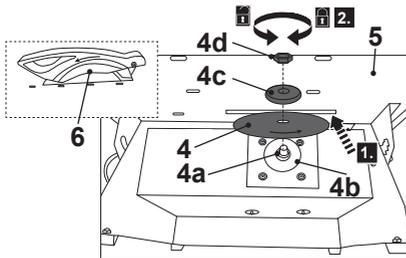

Fig. 5
2. Assegure que o fuso (4a) é mantido firme em posição com a chave de porcas (8 mm) (15), depois use a chave de porcas (19 mm) (16) para rodar a porca (4d) no sentido anti horário, para a soltar.
3. Remova a porca (4d) juntamente com a flange externa (4c) e a lâmina (4).
4. Verifique o estado da flange interna (4b) e o fuso (4a), depois insira uma lâmina nova (4) através da ranhura da mesa de trabalho (5) e coloque-a na flange interna (4b) (Fig. 5, passo 1).
5. Recoloque a flange externa (4c), depois aparafuse a porca (4d) no sentido horário no fuso (4a). Segure firmemente a lâmina (4) com uma mão com luva e aperte a porca (4d) no sentido horário com a outra mão com luva (Fig. 5, passo 2).